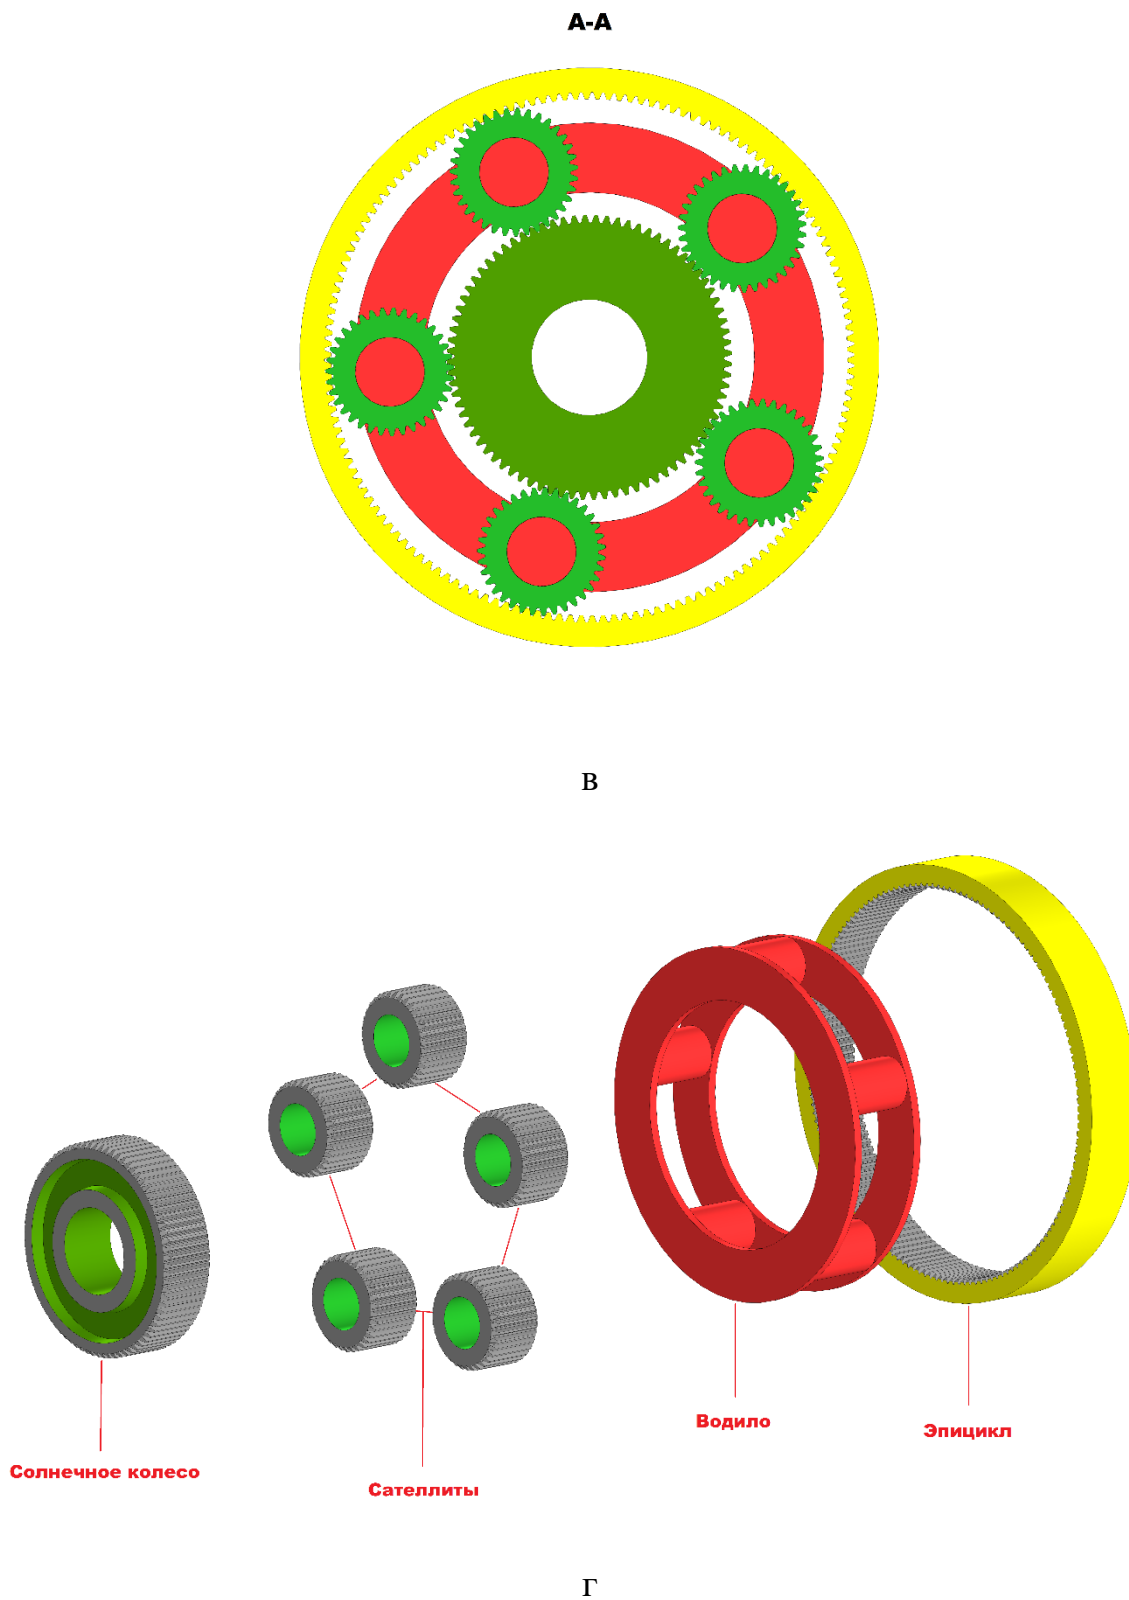

Рис. 1. «Планетарная передача»
**Образец:** «Планетарная передача» (см. рис. 1 а-г).